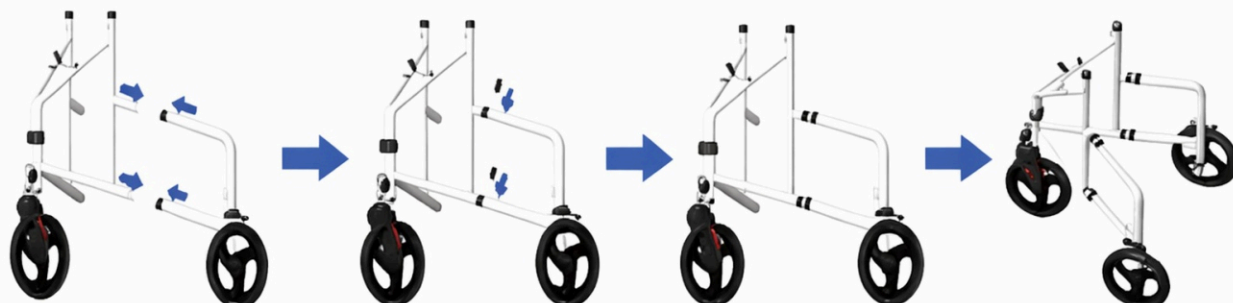

Figure 3
Étape 2 (comme illustré dans la Figure 3) : Prenez l'assemblage du cadre arrière gauche (3) et insérez-le dans le cadre gauche de l'assemblage du cadre principal (1). Après l'insertion, alignez les trous de l'assemblage du cadre arrière gauche (3) avec ceux du cadre gauche de l'assemblage du cadre principal (1). Insérez la goupille en forme de C (10) à travers les trous alignés du cadre gauche et de l'assemblage du cadre arrière gauche pour les relier. Répétez la même opération pour l'assemblage du cadre arrière droit (5).